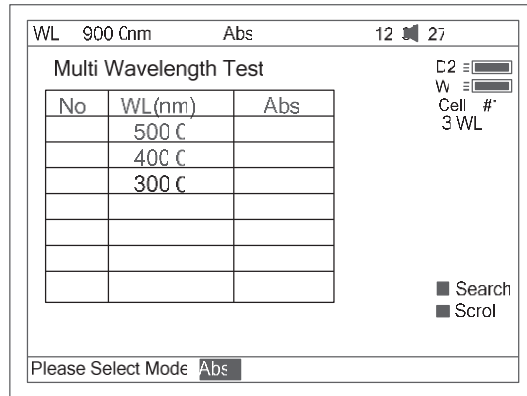

Fig69
2. Pulse **F2** para seleccionar el modo (Fig 69).